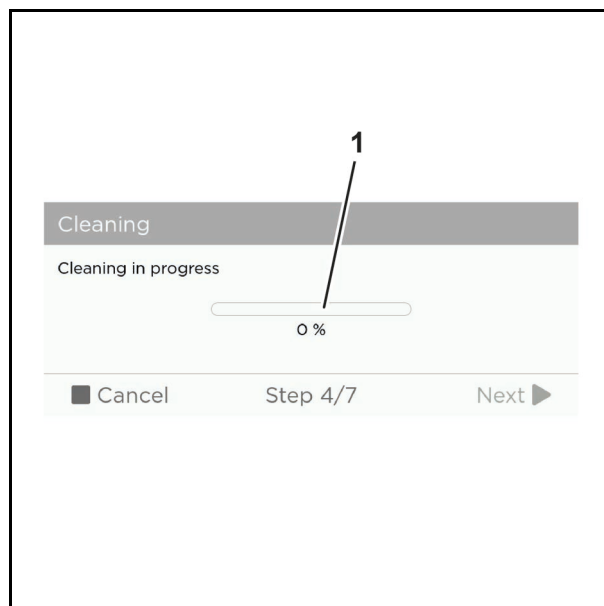

Abb. 71 Beispielgrafik
6. Die Reinigung läuft automatisch ab und erfordert keine Bedienung. Der Fortschritt kann an der Statusanzeige (Abb. 71/1) auf dem Touchscreen verfolgt werden.